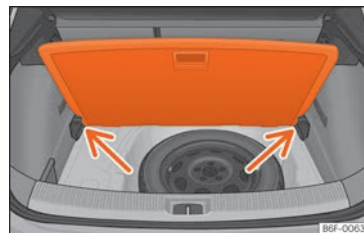

Fig. 145 Suelo variable del maletero: posición inclinada.
- Apoye el piso sobre los alojamientos previstos para tal uso » fig. 145 (flechas).